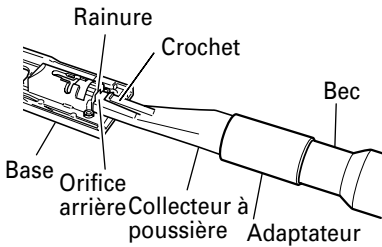

Fig. 24
- (6) Insérer le collecteur à poussière dans l'orifice arrière de la base jusqu'à ce que le crochet s'enclenche dans la rainure. (Fig. 24)
- (7) Appuyer sur le crochet pour retirer le collecteur à poussière.